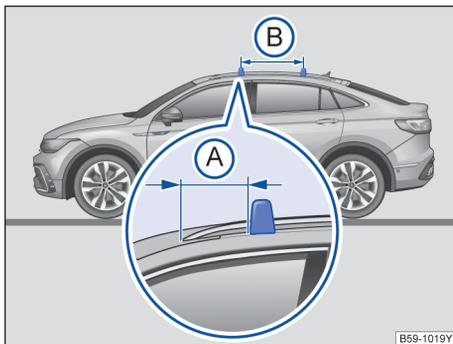

图 181 配备车顶行李架基架的汽车：行李架杆的固定点
行李架杆安装在车顶行李架基架上。同时前行李架杆与前车顶行李架脚→图 181(A)之间的距离为 16 cm。行李架杆的相互距离(B)应大约为 70~75 cm。
- 行李架杆只能安装在平行箭头→图 181(B)之间。